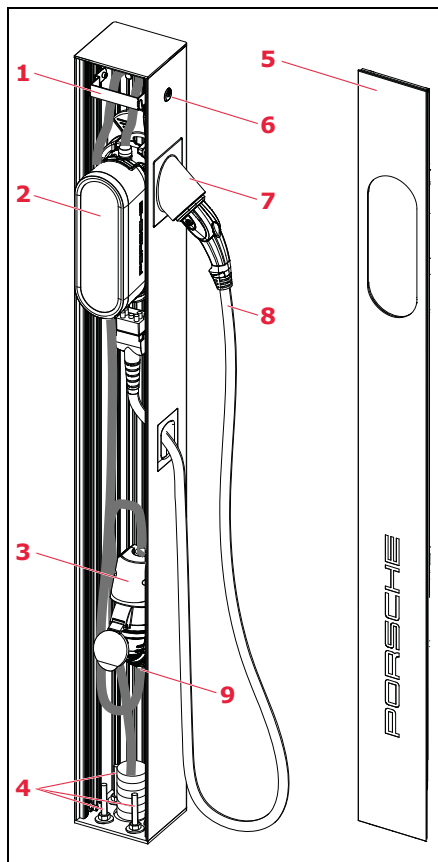

Fig. 1: Vista general de las piezas
- Adaptador de enchufe específico del país para la toma para el enchufe de carga (véase la fig. 1, n.º 7).